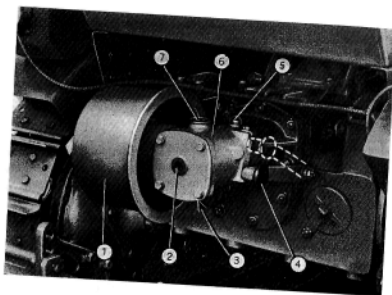

Fig. 50. - Puleggia motrice.
Il gruppo riceve il movimento dall'albero primario del cambio di velocità. Per il suo innesto tirare verso l'alto la leva a mano situata sul lato destro (fig. 50); se il motore è in moto è necessario disinnestare preventivamente la frizione.
- Ogni 20 ore di lavoro verificare il livello dell'olio dal tappo posto sul coperchio posteriore del gruppo (2, fig. 50) e, se necessario, ripristinarlo aggiungendo olio di tipo A 140 (SAE 140) (\*) dal tappo superiore.